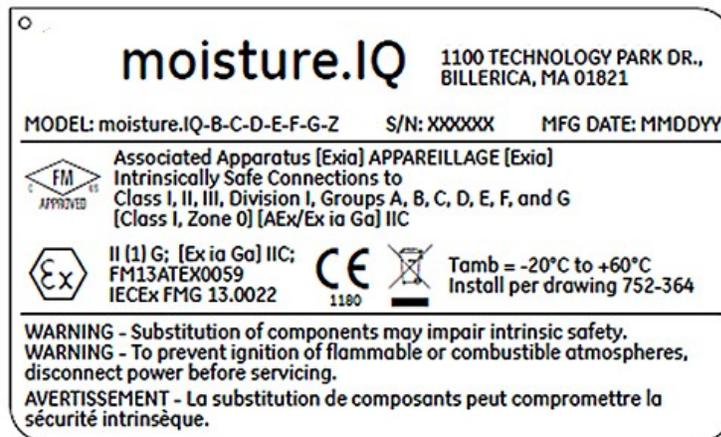
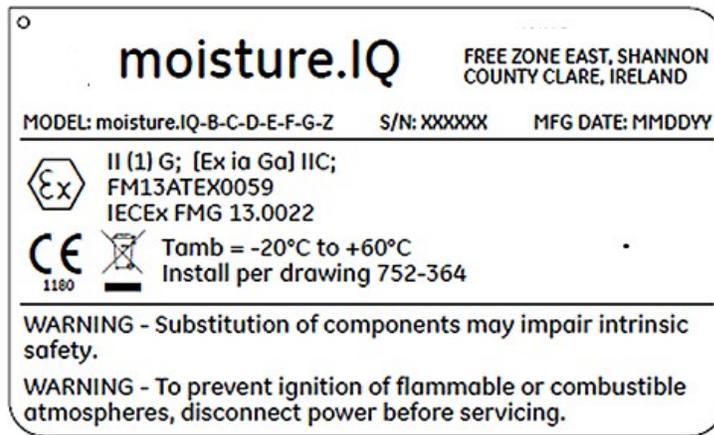
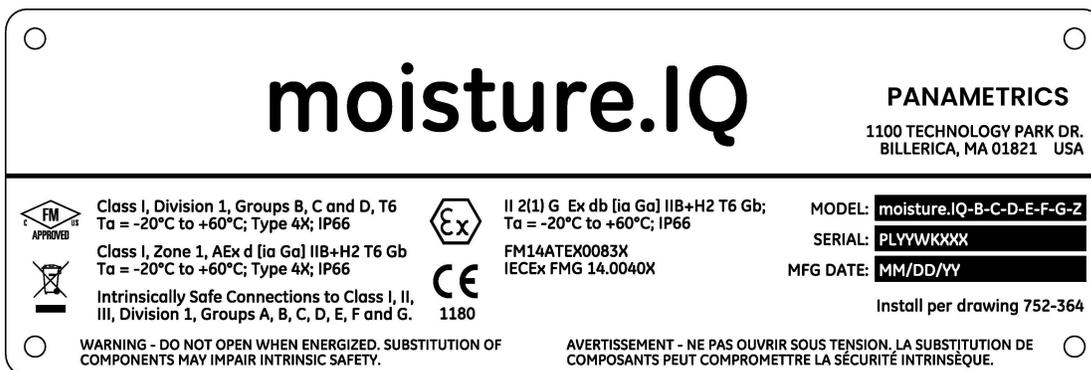
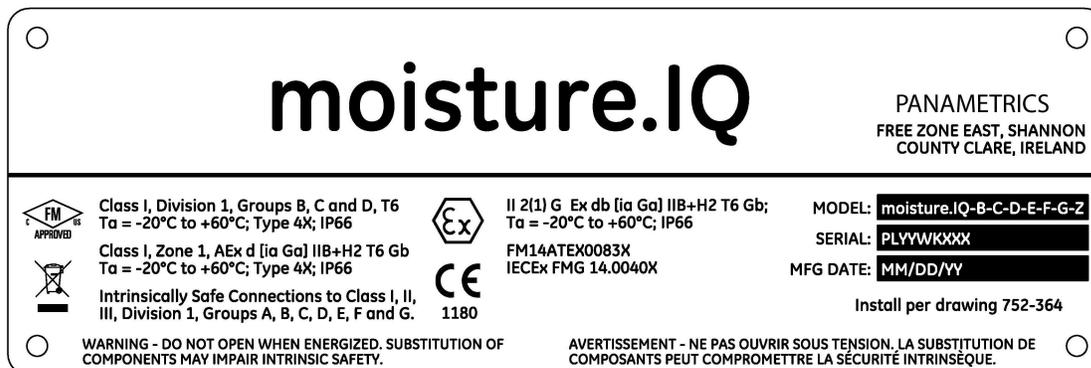

Abbildung 12: Typenschild für Gestell-/Tisch-/Tafelmontage-Version aus dem Werk Billerica, USA (Zeichnung 442-1492-01)
Abbildung 13: Typenschild für Gestell-/Tisch-/Tafelmontage-Version aus dem Werk Shannon, Irland (Zeichnung 442-1492-02)
Abbildung 14: Typenschild für explosionsgeschützte Version aus dem Werk Billerica, USA (Zeichnung 442-1855-01_revB)
Abbildung 15: Typenschild für explosionsgeschützte Version aus dem Werk Shannon, Irland (Zeichnung 442-1855-02_revB)
- Die Kennzeichnungen sollten auf dem Produkt wie folgt angebracht sein: Für die Gestell-/Tisch-/Tafelmontage-Version wie in *Abbildung 12* und *Abbildung 13* unten, für die explosionsgeschützte Version wie in *Abbildung 14* und *Abbildung 15 auf Seite 8*, für die wettergeschützte Version mit Edelstahlgehäuse wie in *Abbildung 16 auf Seite 9* und *Abbildung 17 auf Seite 9* sowie für die wettergeschützte Version mit Glasfasergehäuse wie in *Abbildung 18* und *Abbildung 19 auf Seite 10* gezeigt.